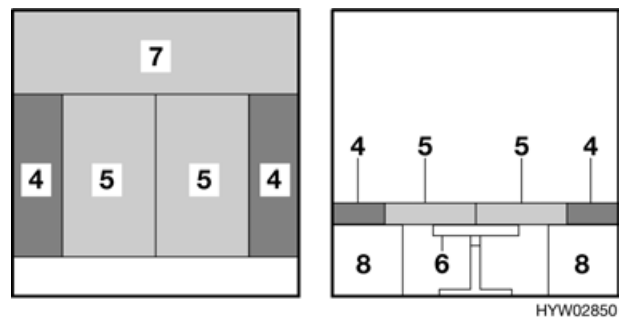

Bild 45 Nach dem Umbau
- Die Rückenpolster (Bild 45,4) an die Außenwand legen. Keilform beachten.
- Die beiden Sitzpolster (Bild 45,5) zwischen die Rückenpolster drücken.